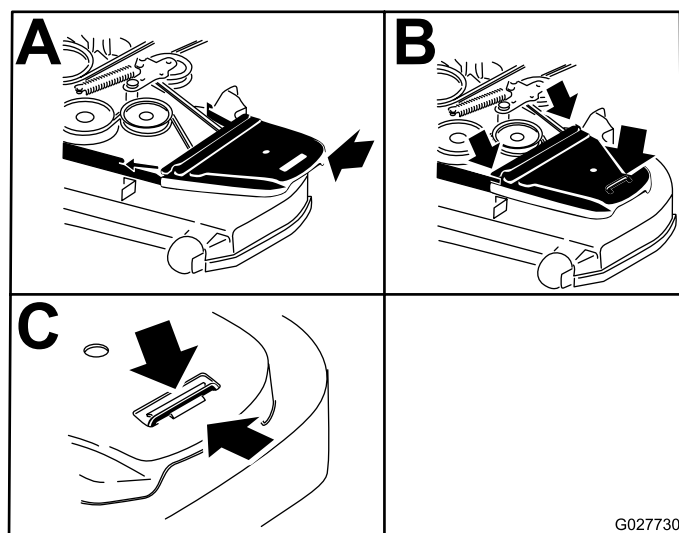

Figure 78
- Posez les couvercles de courroie (Figure 78).